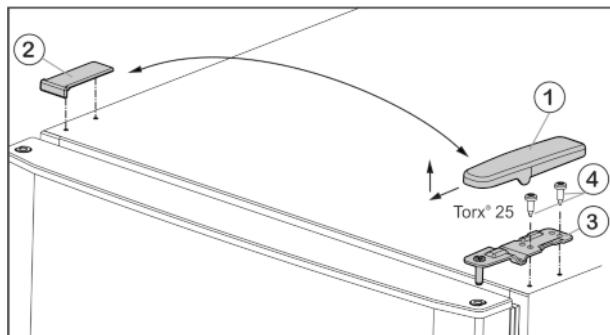
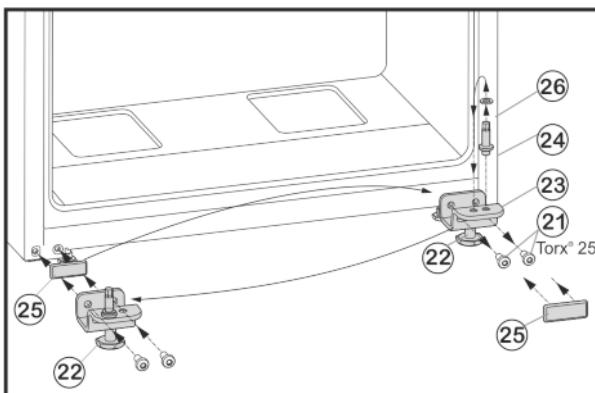

Fig. 4
Fig. 6
- Потяните крышку Fig. 4 (1) вперед и вверх.
- Снимите крышку Fig. 4 (2).
- Открутите верхний опорный кронштейн Fig. 4 (3)(2 шт. Torx® 25) Fig. 4 (4) и вытяните вверх.
- ▶ Открутите крепежные винты Fig. 6 (21).
- ▶ Снимите нижний опорный кронштейн Fig. 6 (23) вместе с опорным пальцем Fig. 6 (24), шайбой Fig. 6 (26) и регулируемой опорой Fig. 6 (22).
- ▶ Открутите опорный палец Fig. 6 (24) вместе с шайбой Fig. 6 (26) и, переставив в отверстие на противоположной стороне опорного кронштейна, снова прикрутите.
- ▶ Аккуратно снимите защитную пластину Fig. 6 (25) и переставьте ее на противоположную сторону.
- ▶ Прикрутите нижний опорный кронштейн Fig. 6 (23) вместе с опорным пальцем Fig. 6 (24), шайбой Fig. 6 (26) и регулируемой опорой Fig. 6 (22) с другой стороны шарнира (с моментом 4 Нм), при необходимости используйте аккумуляторный шуруповерт.
- ▶ Установите нижнюю дверцу сверху на опорный палец Fig. 6 (24).
- ▶ Вставьте средний опорный кронштейн (13) с поворотом на 180° в нижнюю дверцу и прикрутите с помощью крепежных винтов (11)(2 шт. Torx® 25) на новую сторону шарнира (с моментом 4 Нм).
- ▶ Снова установите пластиковую шайбу (10).
- ▶ Установите верхнюю дверцу на средний опорный кронштейн (13).
- ▶ Установите верхний опорный кронштейн Fig. 4 (3) на новой стороне шарнира и защелкните в дверце.
- ▶ Привинтите верхний опорный кронштейн (с моментом 4 Нм)(2 шт. Torx® 25) Fig. 4 (4). При необходимости используйте аккумуляторный шуруповерт.
- ▶ Наденьте и защелкните крышку Fig. 4 (1) на противоположной стороне снаружи.
- ▶ Также наденьте сверху и защелкните крышку Fig. 4 (2) на противоположной стороне.
- ▶ Выверните регулируемую опору Fig. 6 (22) на нижнем опорном кронштейне Fig. 6 (23) до ее соприкосновения с полом.